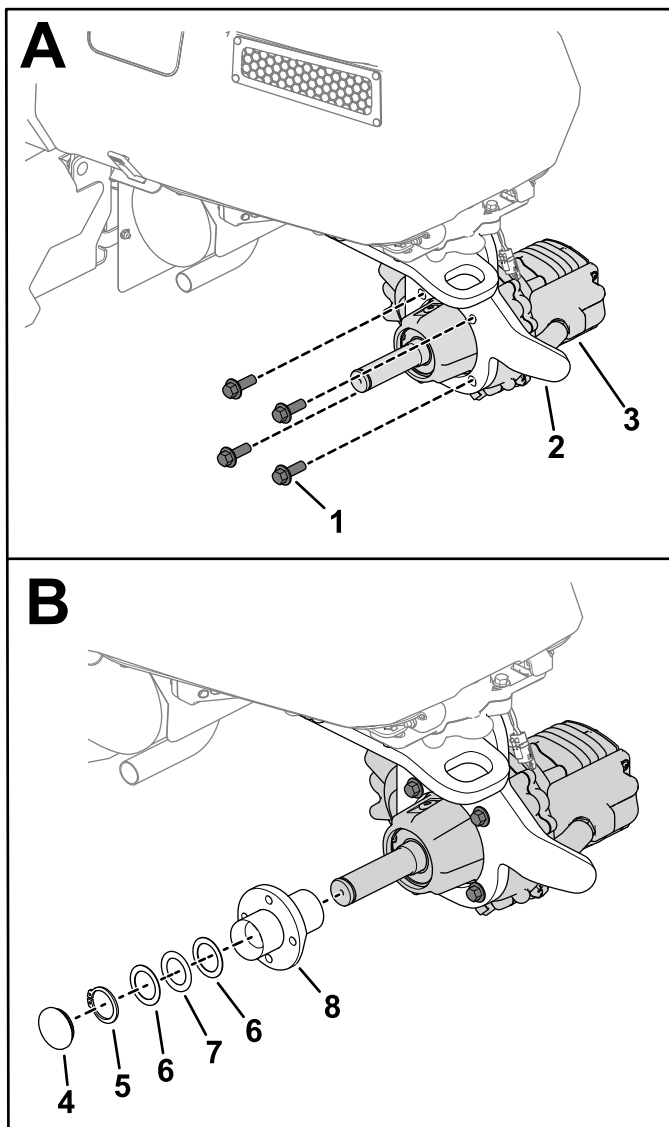

Figure 3
1. Retirez le circlip (montré à la Figure 3) de l'essieu.
2. Déposez le moyeu (montré à la Figure 3) du boîtier d'engrenages.
**Remarque:** Observez l'orientation correcte du boîtier d'engrenages, comme montré à la Figure 3. L'arbre de roue doit être dirigé vers le côté gauche de la machine.
- Avec 4 boulons (M12), fixez le boîtier d'engrenages à la fourche de roue pivotante (A sur Figure 3).
- Installez le moyeu, le circlip et le couvre-moyeu avec joint torique sur l'arbre de roue (B sur Figure 3).
**Remarque:** Si les rondelles de butée et le roulement sont déposés du moyeu, assemblez-les comme montré à la Figure 3.